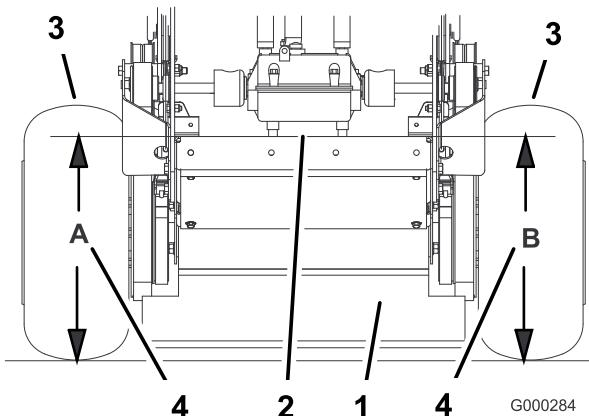

Figura 63
4. Mida la altura de la carcasa del motor en la posición A (Figura 63).
- 5. Mida la altura de la carcasa del motor en la posición **B** (Figura 63).